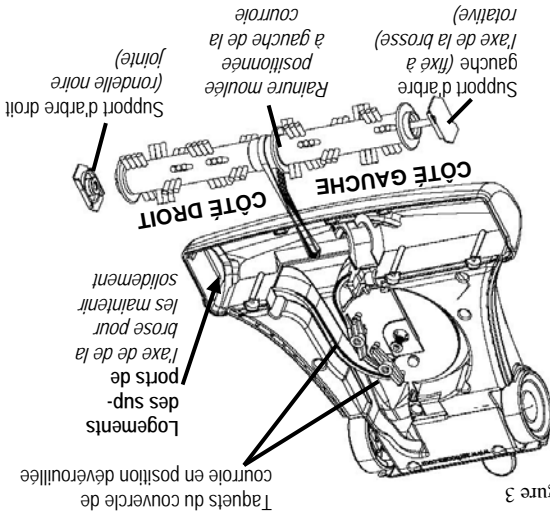

Figure 3
1. Pour la remplacer, positionner la brosse rotative comme indiqué (Figure 3). Le support de l'arbre de transmission auquel est fixé l'axe de la brosse rotative et la rainure moulée centrale doivent être positionnés du côté gauche.